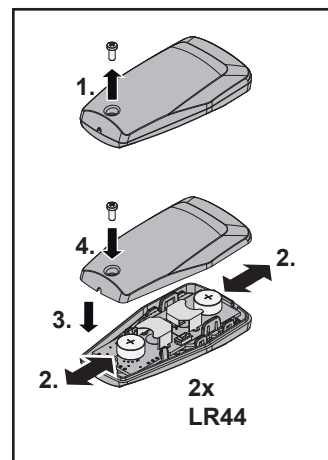

Fig. 2
4.1 Batterij vervangen / plaatsen (fig. 2)